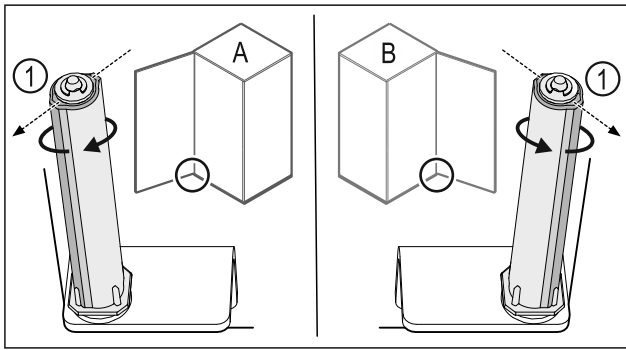

Fig. 41 Tope izquierdo (A)/tope derecho (B)
- ▶ Gire el sistema de bloqueo contra la resistencia hasta que la barra del sistema de bloqueo Fig. 41 (1) esté orientada hacia el exterior.